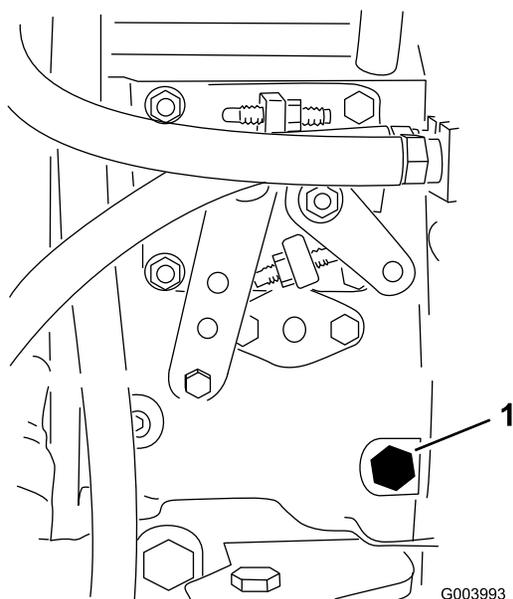

図 38
3. 燃料噴射ポンプ (図 38) についているエア抜きネジを、12 mmのレンチを使って開く。